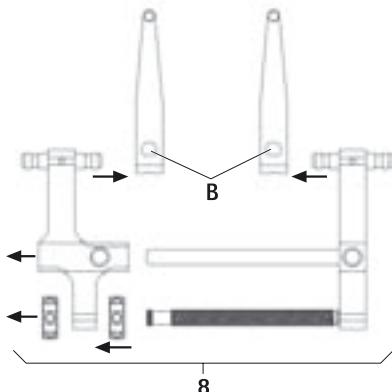

Fig. 3
- Desmontar o distractor 8 juntamente com as lâminas de distração, ver Fig. 3: accionar a corrediça **B** e remover a lâmina de distração FW239R.